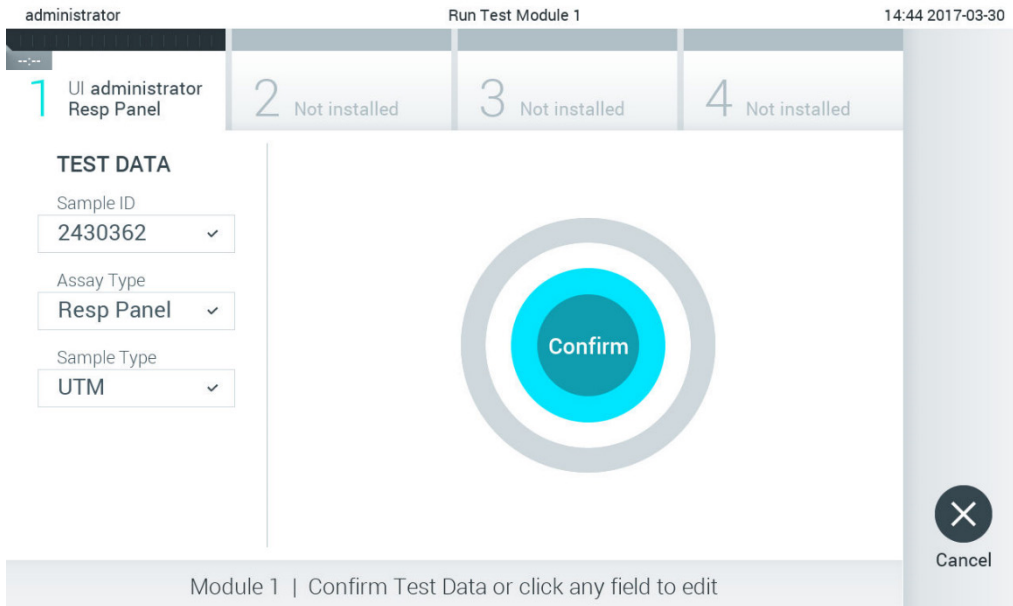

Рис. 26. Екран Confirm (Підтвердження).
5. Відкриється екран **Confirm** (Підтвердження). Перегляньте введені дані та внесіть необхідні зміни. Для цього натисніть відповідні поля на сенсорному екрані та змініть інформацію (рисунок 26).